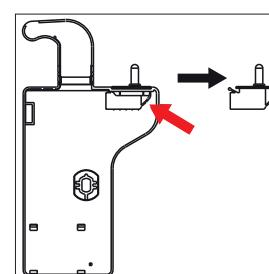
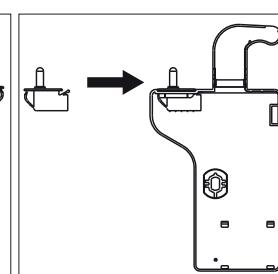

Afb. 1
Afb. 2
- ▶ Draai de bevestigingsschroef van de scharnieraafdekking (1) met een kruiskopschroevendraaier eruit (afb. 1) en trek de afdekking iets weg (afb. 2).
- ▶ Druk vervolgens de ontgrendeling op de kabelstekker in en trek deze tegelijkertijd uit de bus op de scharnieraafdekking (1).
- ▶ Verwijder de scharnieraafdekking (1) volledig.